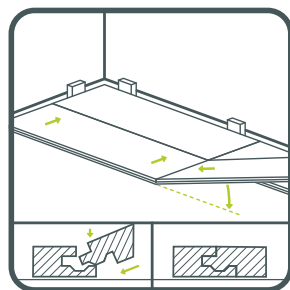

рис. 8
8.3.1.2 После того, как Вы уложили первую планку второго ряда, укладывать следующие планки следует со стороны поперечного замка (см. рис. 8). Вставить вторую планку в паз первой с короткой стороны, при этом продольная сторона планки должна быть установлена с небольшим смещением, так чтобы при опускании данной планки вниз можно было ввести в зацепление продольный замок с предыдущим рядом.